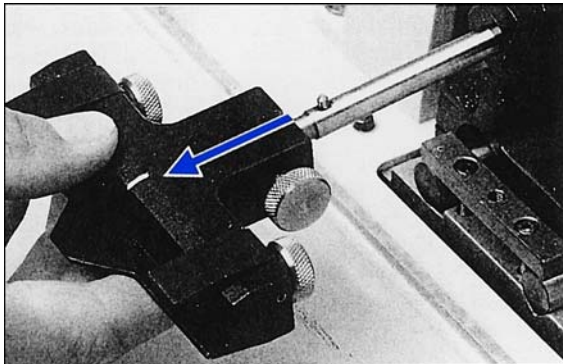

Abb. 21.1
2. Messerhalter vom Messerhalterarm abziehen (**Abb. 21.1**). Messerhalterarm ca. 1-1/2" anheben. Drehen Sie den Vorwahlschalter ganz nach links in die Stellung Coarse/Glass Lap (Grobschliff/Glasplattenbearbeitung).